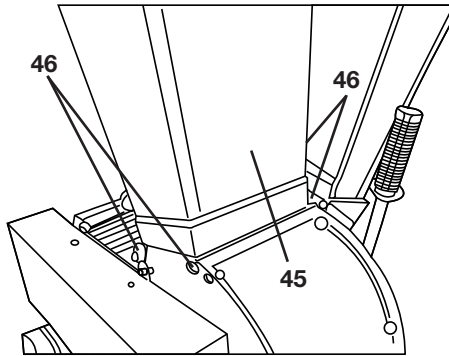

Bild 38
- Setzen Sie nun den oberen Trichter (45) wieder auf den Schredder. Achten Sie darauf, dass die Gewindestange in die Halterung des Sicherheitsschalters kommt, ziehen Sie die 4 Befestigungsschrauben (46) (SW 15) wieder an (siehe „Bild 38“).